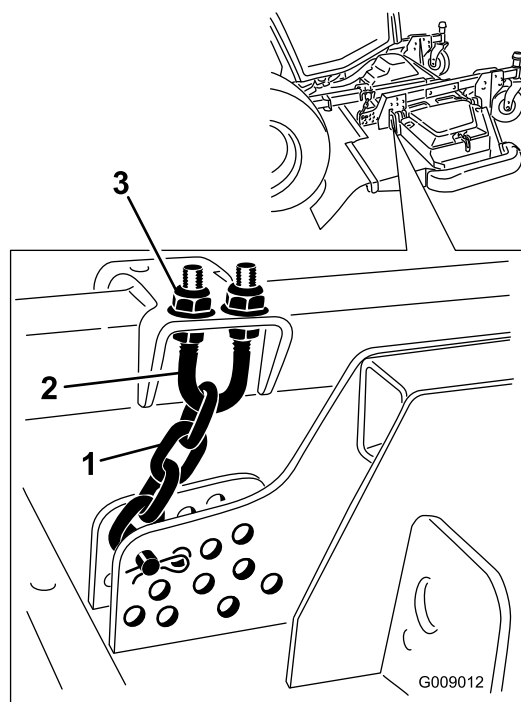

Figura 134
5. Allentate i controdadi sulla parte superiore o inferiore del bullone a U della catena dell'altezza di taglio (Figura 134).